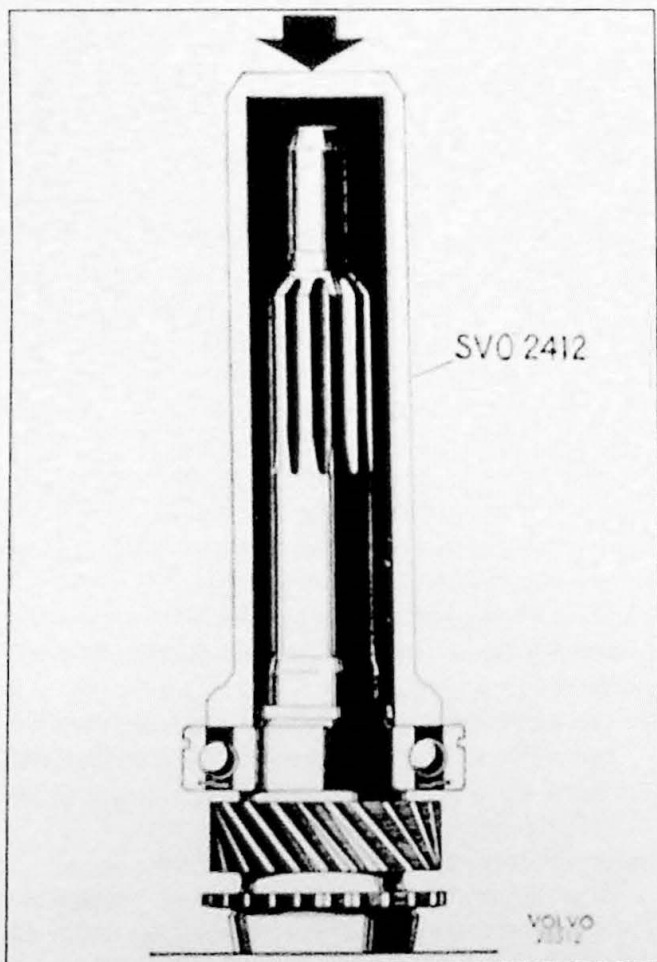

Fig. 6.19. Montage van kogellager op de ingaande as
4. Pers het lager op de ingaande as met behulp van SVO 2412 (Fig. 6.19). Zoek een borgring van de juiste maat en monteer deze. Zet de 14 lagerrollen voor de hoofdas op hun plaats in de ingaande as. Gebruik vet zodat deze rollen op hun plaats blijven. Pers de ingaande as op zijn plaats in het huis van de versnellingsbak. Pers de afsluitringen in het deksel met SVO 2867. Monteer hierna het deksel over de ingaande as. Vergeet niet de O-ringen voor de bouten (latere uitvoering).